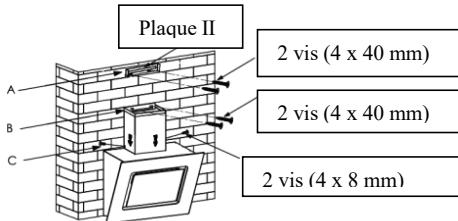

Fig. 7
8. Installez le puits sur le côté supérieur de la hotte aspirante et fixez la plaque I à l'aide de deux vis (4 mm x 40 mm) sur le mur (position B). Fixez le puits à l'aide de deux vis (4 mm x 8 mm) des deux côtés de la hotte aspirante (voir fig. 7).